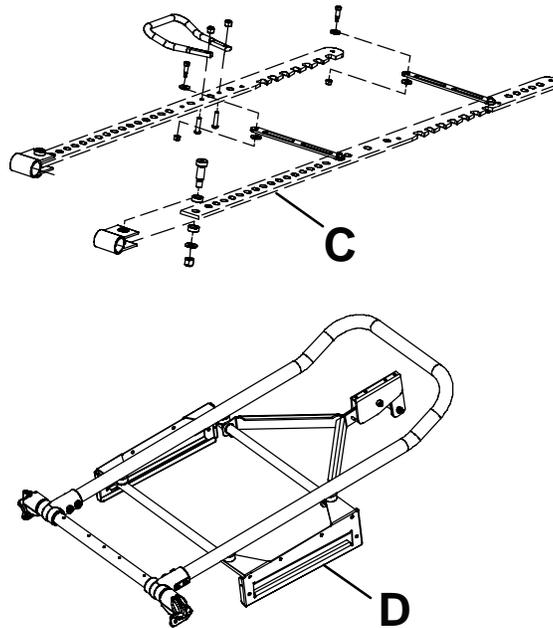

Figure 3 – Supports d'ajustement de la hauteur et plaques coulissantes
4. Appliquer du **Tri-Flow™** aux supports d'ajustement de la hauteur droit et gauche (C) (Figure 3). Appliquer uniformément.
5. Appliquer du **Tri-Flow™** sur les plaques coulissantes droite et gauche (D) (Figure 3). Appliquer uniformément.